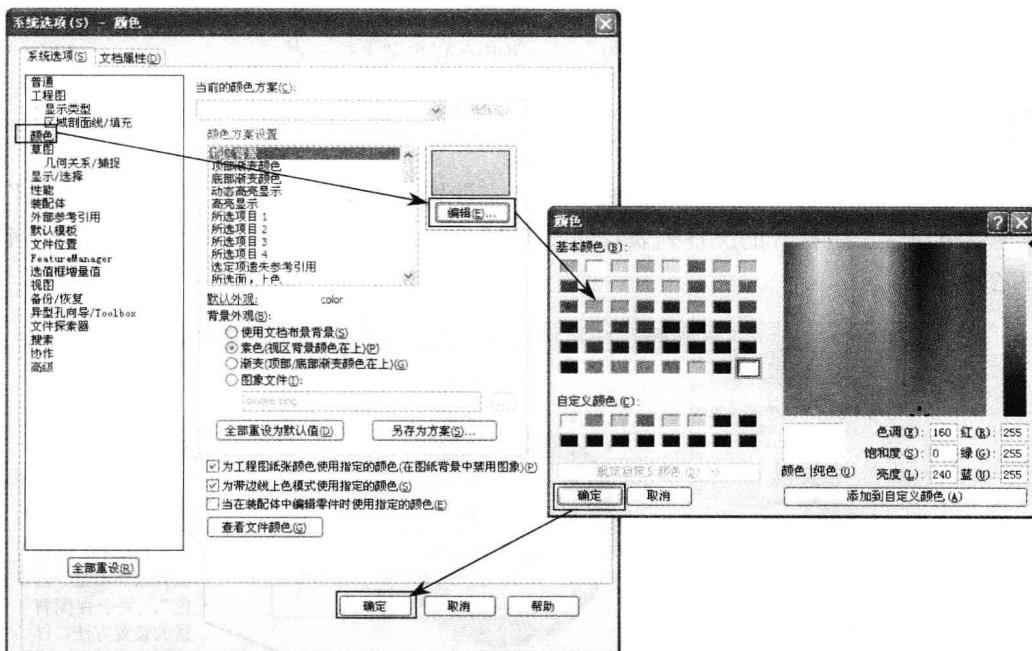

图 1-12 设置“视区”颜色
STEP 2 如图 1-12 左图所示，在打开的“系统选项”对话框中，单击“系统选项”选项卡下的“颜色”列表项，在窗口右侧出现可以设置的颜色项，在“颜色方案设置”列表框中选择“视区背景”列表项。
STEP 3 单击“编辑”按钮，打开“颜色”对话框，如图 1-12 右图所示，选择要设置的视区背景颜色，并单击两次“确定”按钮，即可看到视区中的背景颜色发生了变化。